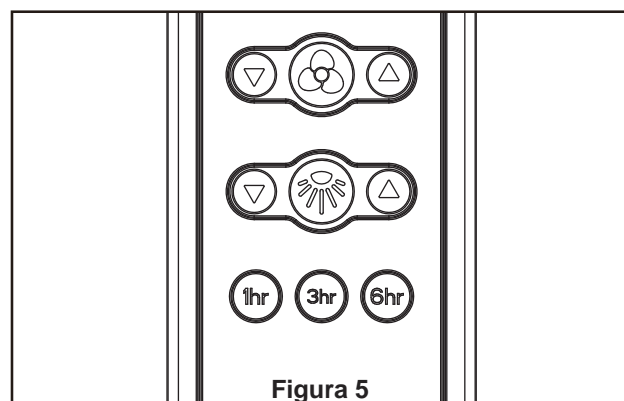

Figura 5
5. Instale la placa de iluminación en el carcasa del interruptor usando las dos ranuras principales de la placa de iluminación. Vuelva a colocar el tercer tornillo y fije los tres tornillos. (Figura 5)
5. Funciones del control remoto: (Figura 5)